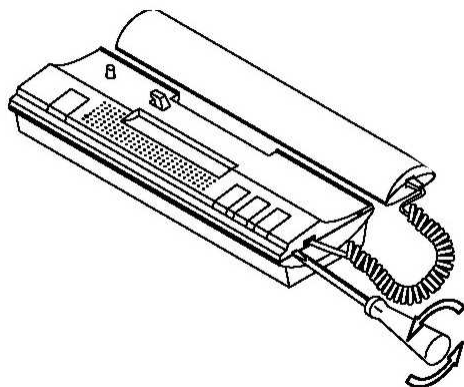

rys. 4
4. Połączyć ponownie obie części obudowy (rys.4) pamiętając by wierzchołek diody LED znalazł się w otworze na niego przeznaczonym.